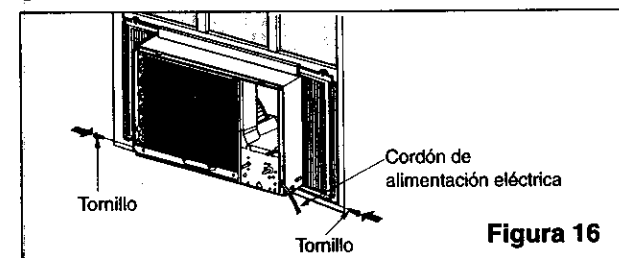

Figura 16
- 16** Deslice el chasis hacia el interior del gabinete. (Figura 16)